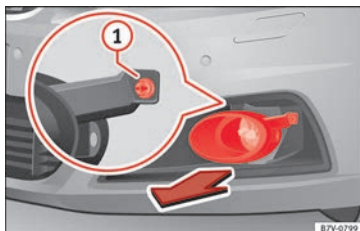

Abb. 215 Im Stoßfänger vorn rechts: Ausbau der Scheinwerfer.
1. Abdeckung in Pfeilrichtung nach vorn ziehen  **Abb. 215**.
2. Befestigungsschraube  **Abb. 215 ①** mit dem Schraubendreher aus dem Bordwerkzeugkasten herausdrehen  Seite 262.
10. Befestigungsschraube » Abb. 215 ① mit dem Schraubendreher festdrehen.
11. Abdeckung in den Stoßfänger einsetzen » Abb. 215.